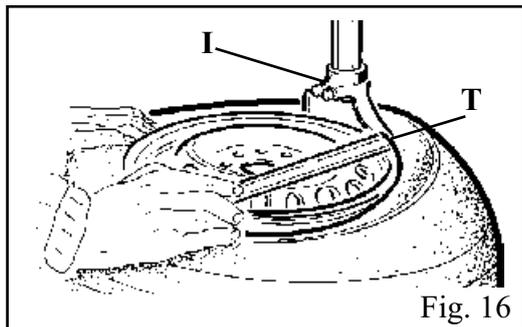

Fig. 16
- Con l'aiuto della leva (T), infilata fra tallone e la parte anteriore della torretta integrale (I), portare il tallone del pneumatico sopra la torretta stessa (Fig. 16)
- With the lever (T) inserted between the bead and the front section of the mounting head (I), move the tyre bead over the mounting head
**Note:** In order to avoid damaging the inner tube, if there is one, it is advisable to carry out this operation with the valve about 10 cm. right of the mounting head. (Fig. 16)
- Avec le levier (I) enfilé entre le talon et la partie avant de la tête (O), porter le talon du pneu au-dessus de la tête même (fig. 16).
Mit Hilfe des Hebels (T), der zwischen den Reifenwulst und den vorderen Teil des Montierfußes (I) eingeführt ist, der Wulst nun über den Montierfuß einstellen (Abb. 16).